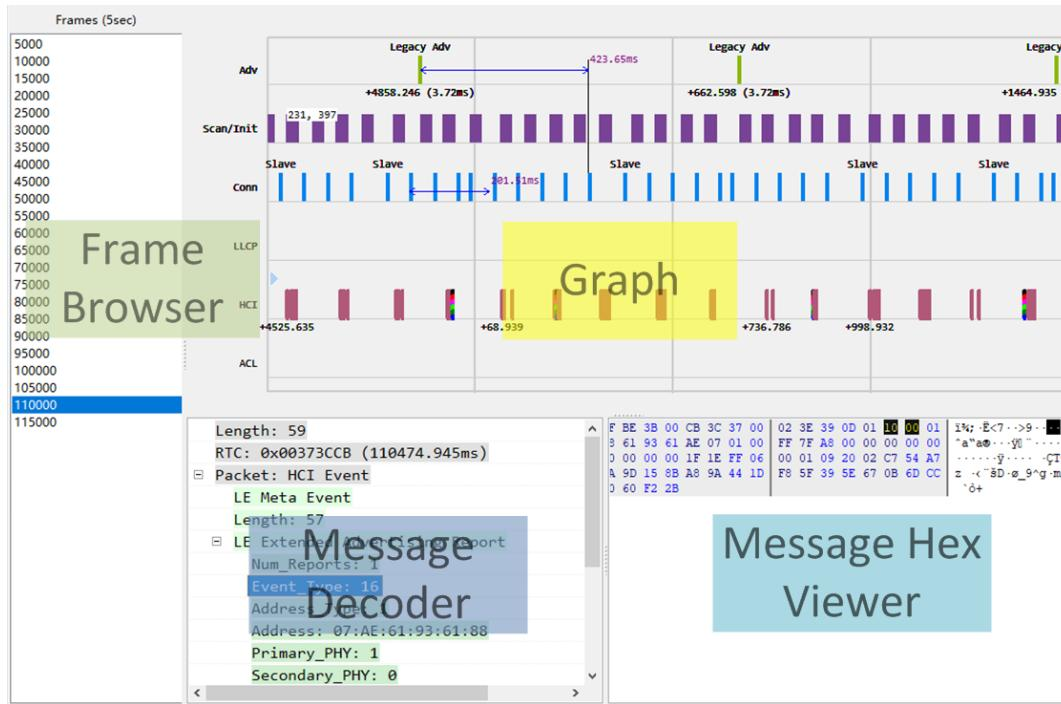

图 3.3: Tracer 主界面
**Graph** 将所有数据图形化显示。点击 **Graph** 里的一项，会在 **Message Decoder** 和 **Message Hex Viewer** 显示详细的解码信息。**Graph** 支持一些 CAD 操作，如缩放、平移、测量等。选择菜单 Help -> About 查看详细信息。(图 3.3)